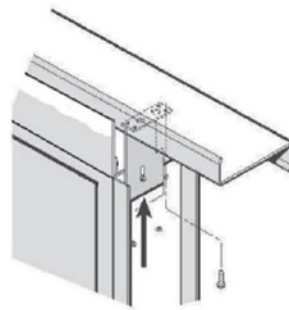

Figura 3
4. Saque los tornillos que sujetan las pinzas superiores de la jamba y deslice las pinzas hacia arriba hasta la viga. Asegure la puerta a la viga a través de las pinzas de la viga con los tornillos autoperforadores provistos. (Figura 3)
- 5.** Continúe colocando bloques, verificando continuamente el vertical y el cuadro de la puerta. Respita el paso 1 a aproximadamente 48 y 80 pulgadas A.A.F. (Figura 3)